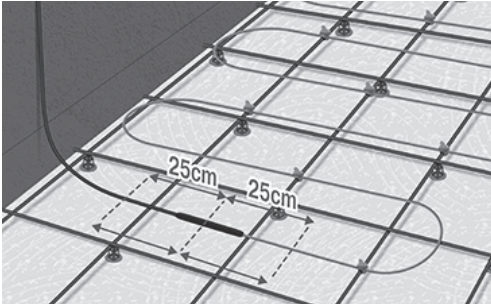

Fig. 3. Kabelen skal være rett på begge sider av skjøten
- Kabelen bør være rett min. 25 cm på hver side av en skjøt. Tildekningsmaterialet må innkapsle skjøtene fullstendig med minst 20 mm på hver side av skjøten (Fig. 3).